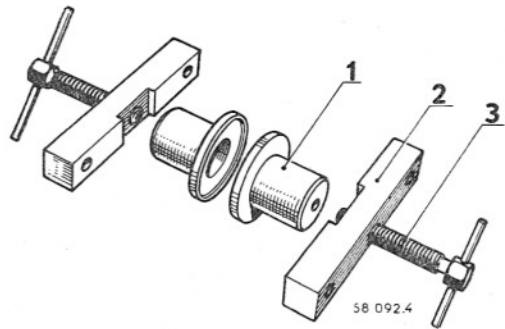
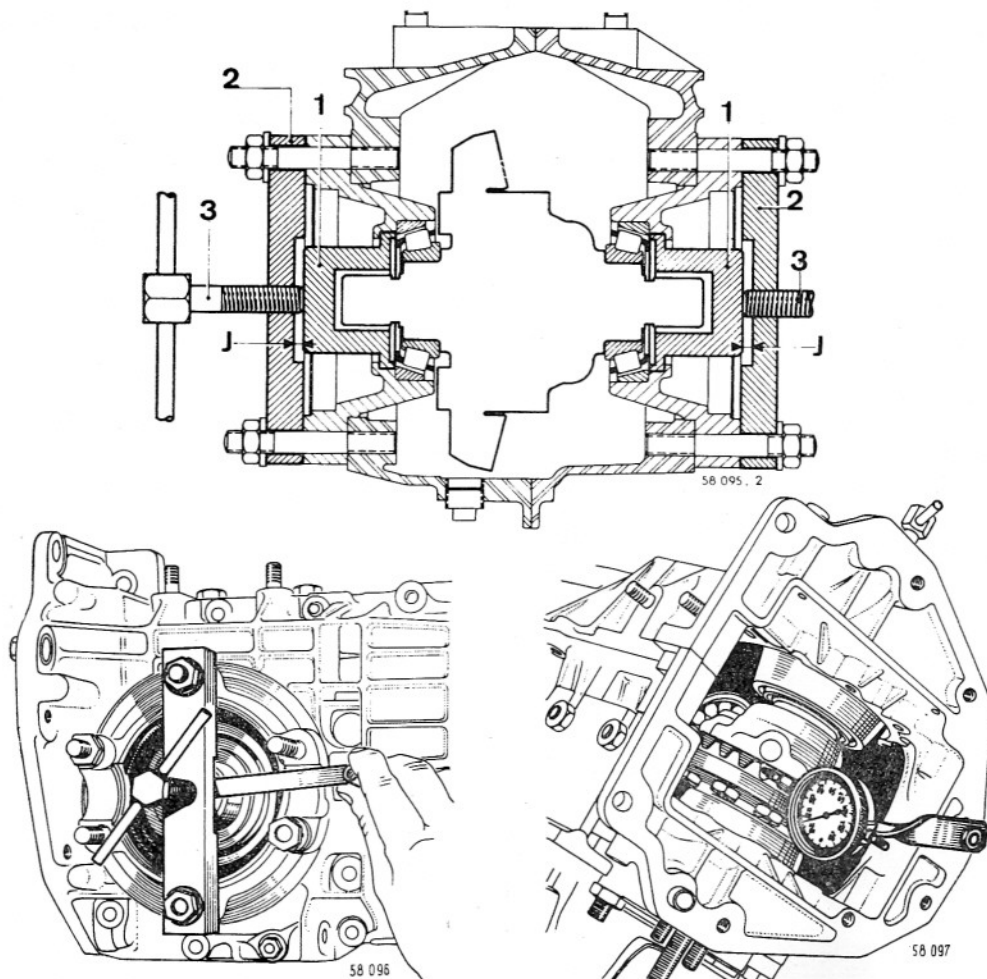

Fig. 35.—Utillaje T. Ar. 63.
Fig. 36.—Utillaje T. Ar. 63 montado.
- El empujador (1 de la fig. 35).
Con el tornillo (3, fig. 35) desatornillado, se coloca la barra (2, fig. 35) como se ve en la fig. 36.